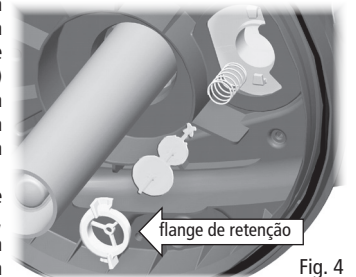
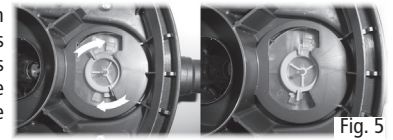

Fig. 4
Fig. 5
4. Levante lentamente as Pegas de limpeza (S) até à extensão máxima acima do filtro.
5. Retire o encaixe de segurança da fixação da tampa metálica (O). Desengate a fixação da tampa metálica.
6. Retire a tampa (G) segurando nas pegas de limpeza ou elevando cuidadosamente até às ranhuras laterais através de uma chave de cabeça chata adequada. **ATENÇÃO:** não force as partes laterais das hastes guia pois poderá danificar a unidade.
7. Tem agora acesso aos Filtros de espuma (M). Retire todos ao mesmo tempo segurando e levantando a Estrutura de suporte de espuma interna (N).
8. Liberte os Filtros de espuma (M) da Estrutura de suporte de espuma (N) e lave com água do lago ou substitua-os, conforme necessário.
9. Lave os meios biológicos localizados na secção inferior da Caixa do filtro (Q) com água do lago ou substitua-os, conforme necessário. O Pressure-Flo 1000/3000 UVC não inclui uma câmara de meios biológicos.
10. Limpe a Caixa do filtro (Q) com água, particularmente em redor da extremidade superior onde se encontra o O-ring de vedação da (P) tampa.
11. Se necessário, limpe o Indicador de Limpeza (U) depois de desmontá-lo da seguinte forma (o Interruptor selector de modo (V) tem de estar na posição “Modo de filtragem”): 1) retire a flange de retenção rodando-a para a esquerda, 2) retire o indicador e a respectiva mola. Lave todas as peças com água e volte a montá-las com cuidado. (Fig. 4 - Fig. 5).